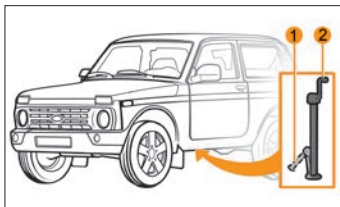

Рис. 43. Подъем автомобиля при замене колес
- ослабьте гайки крепления заменяемого колеса на один оборот комбинированным ключом (рис. 43);